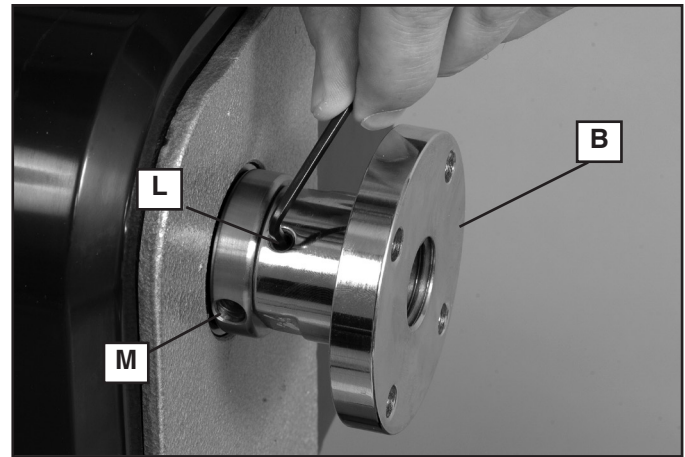
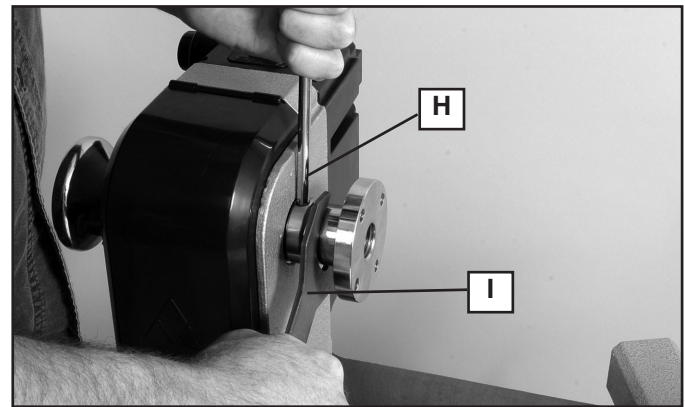

Fig. 2
Fig. 3
- Para evitar lesiones, cuando utilice la placa frontal incluida de 76 mm (3 pulg.) (B) Fig. 2, no monte piezas de más de 152 mm (6 pulg.) de diámetro y hasta 152 mm (6 pulg.) de largo. Para montar piezas más grandes, asegúrese de usar una placa frontal de tamaño adecuado.
⚠ ADVERTENCIA: Para reducir el riesgo de lesiones, cuando utilice la placa frontal incluida de 76 mm (3 pulg.) (B) Fig. 2, no monte piezas de más de 152 mm (6 pulg.) de diámetro y hasta 152 mm (6 pulg.) de largo. Para montar piezas más grandes, asegúrese de usar una placa frontal de tamaño adecuado.
Para quitar la placa frontal, utilice la llave hexagonal incluida de 3 mm y desenrosque el tornillo de sujeción (L) al menos dos vueltas completas. Coloque la barra de extracción (H) Fig. 3 en el orificio (M) Fig. 2, coloque la llave de la placa frontal (I) Fig. 3 en las partes planas del reborde de la placa frontal (tal como se muestra en la Fig. 3) y gire la llave para aflojar la placa frontal. Una vez que haya aflojado la placa frontal (B) Fig. 2, se la podrá desenroscar.
⚠ ADVERTENCIA: PARA EL TORNO MIDI DELTA® MODELO 46-460 ÚNICAMENTE: Para reducir el riesgo de lesiones, si se tornea en reversa, asegúrese de ajustar bien el tornillo de sujeción (L) Fig. 2 cuando vuelva a colocar la placa frontal.
Para colocar nuevamente la placa frontal (B) Fig. 4, atorníllela en la punta del eje (K) y ajústela bien con la barra de extracción y la llave, como se muestra en la figura 3. Coloque nuevamente el tornillo de sujeción (L) Fig. 2, si lo retiró. Ajuste bien el tornillo de sujeción.